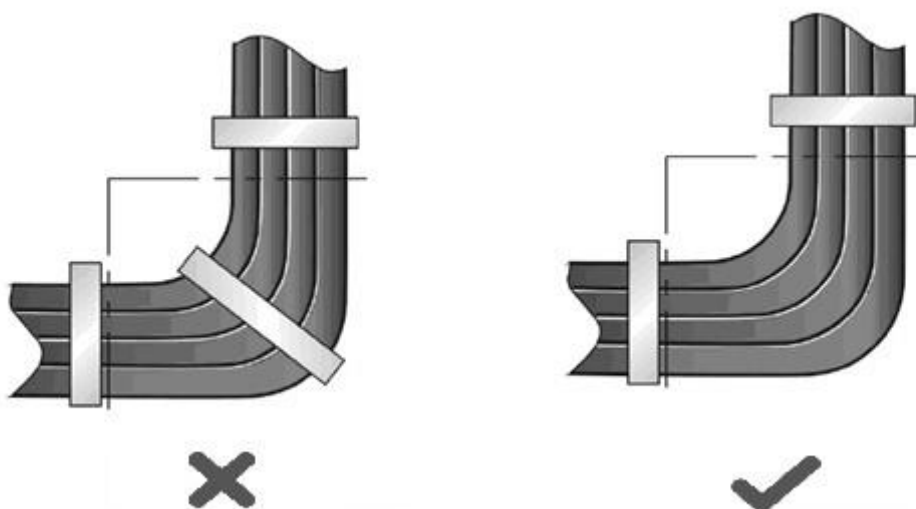

Рисунок 29. Стяжка проводов (3)
- Кабели должны быть аккуратно и правильно стянуты (Рисунок 29).
- Когда вам требуется согнуть кабели, первым делом стяните их. Не сгибайте кабель на месте стяжки. В противном случае, большая нагрузка ложится на кабели и их сердечники могут порваться. (Рисунок 29).